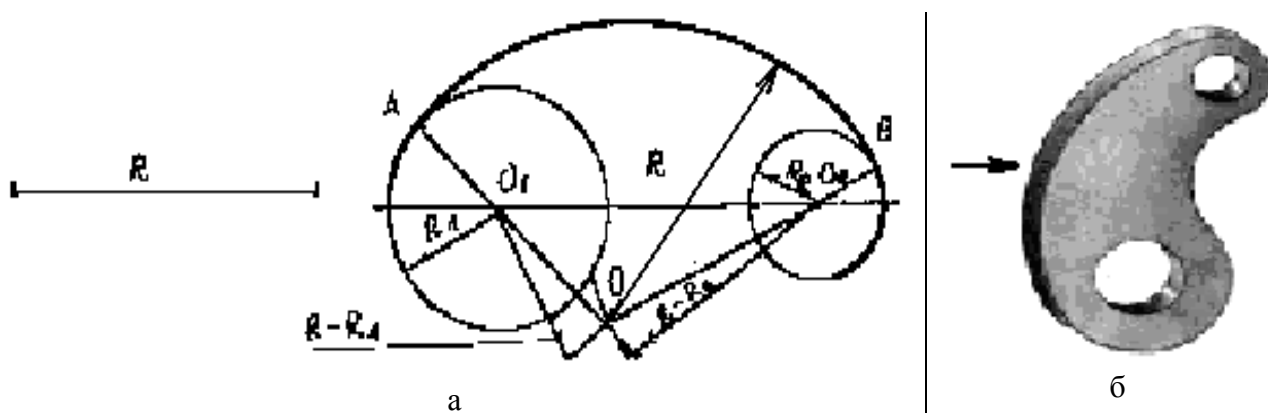

Рис. 32. Внутреннее сопряжение: а - построение сопряжения; б – деталь (практическое применение сопряжения)
3. При внутреннем сопряжении (рис. 32) центр сопряжения O определяется в точке пересечения вспомогательных дуг радиусов $R-R_1$ и $R-R_2$, которые проводятся соответственно из центров O_1 и O_2 . Точки сопряжения A и B лежат на пересечении продолжений прямых OO_1 и OO_2 с окружностями. Радиусом R проводят дугу сопряжения между точками A и B .